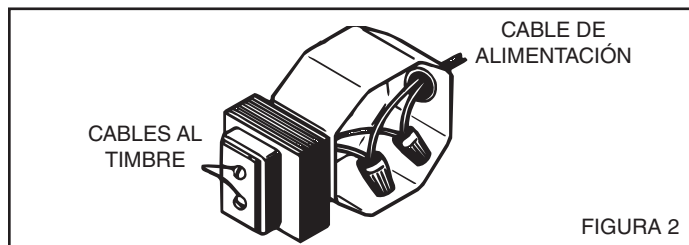

FIGURA 2
2. Conecte los cables de electricidad de la casa a los cables del transformador de esta manera: negro con negro, blanco con blanco y verde con tierra. (Figura 2)